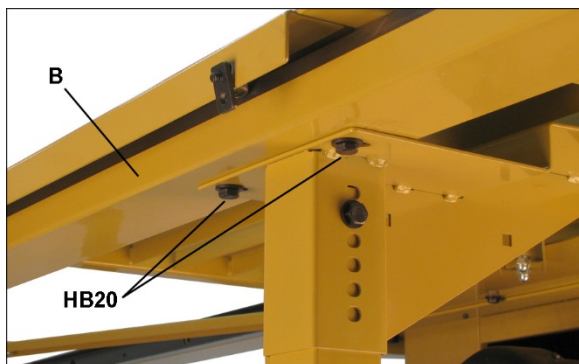

Рисунок 7-15
5. Если необходима регулировка, сдвиньте наружную направляющую (В, рисунок 7-15) ближе или дальше от циркулярной пилы.
5. Если это не так, ослабьте винты под внешней направляющей (см. рисунок 7-15) и сдвиньте ее конец вперед или назад, как необходимо. Переместите стол вперед и назад, чтобы проверить регулировку.
6. Затяните винты под внешней направляющей (см. рисунок 7-15).